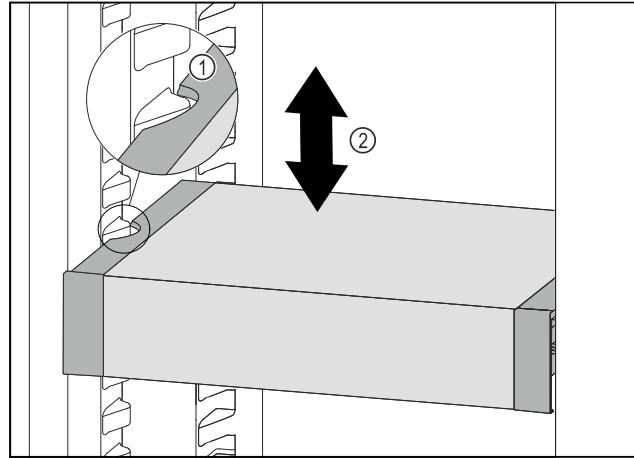

Fig. 92
- Потягнути VarioSafe вперед, поки бокові заглиблення VarioSafe не опиняться на рівні ребра для резервуара в охолоджувальному відділенні. Fig. 92 (1)
- Пересувайте VarioSafe вгору або вниз в охолоджувальному відділенні до тих пір, поки не досягнете бажаної висоти. Fig. 92 (2)